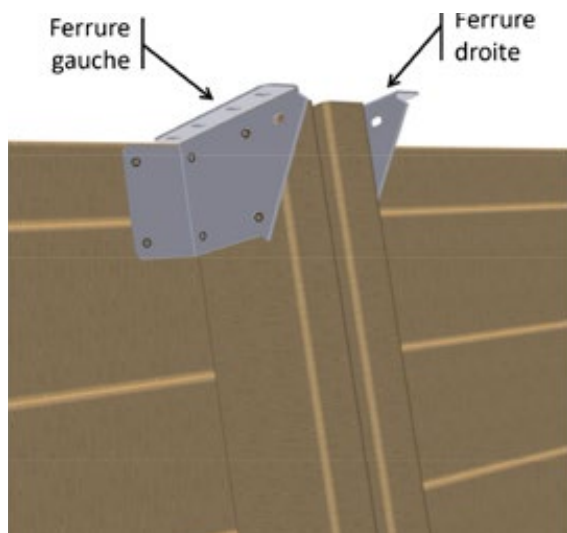

Figure 18 – Mise en place des ferrures en haut des jambes de force
- En haut des quatre jambes de force métalliques et des deux jambes de force en bois montées sur les largeurs de la piscine, mettez en place six ferrures « droite » et six ferrures « gauche » du kit « Éléments de fixation » selon la **Figure 18**. Utilisez 6 vis penture torx 6 × 20 en inox A2 (sachet G) par ferrure, soit un total de 72 vis.